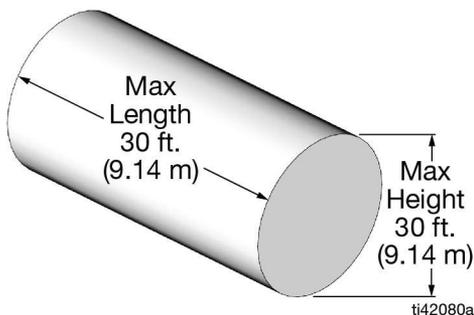

FIG. 17
- As extremidades das paredes do tanque devem ser achatadas. Elas não podem ser de nenhum outro formato, incluindo em forma de sino (FIG. 17). Se necessário, use um tanque fora do padrão.